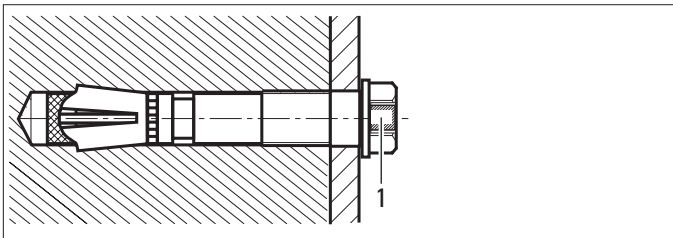

Bild 2
- ⇒ Konsultieren Sie die HILTI-Vertretung, wenn die grüne Plombe (1) des Schwerlastankers beschädigt ist. (Bild 2)